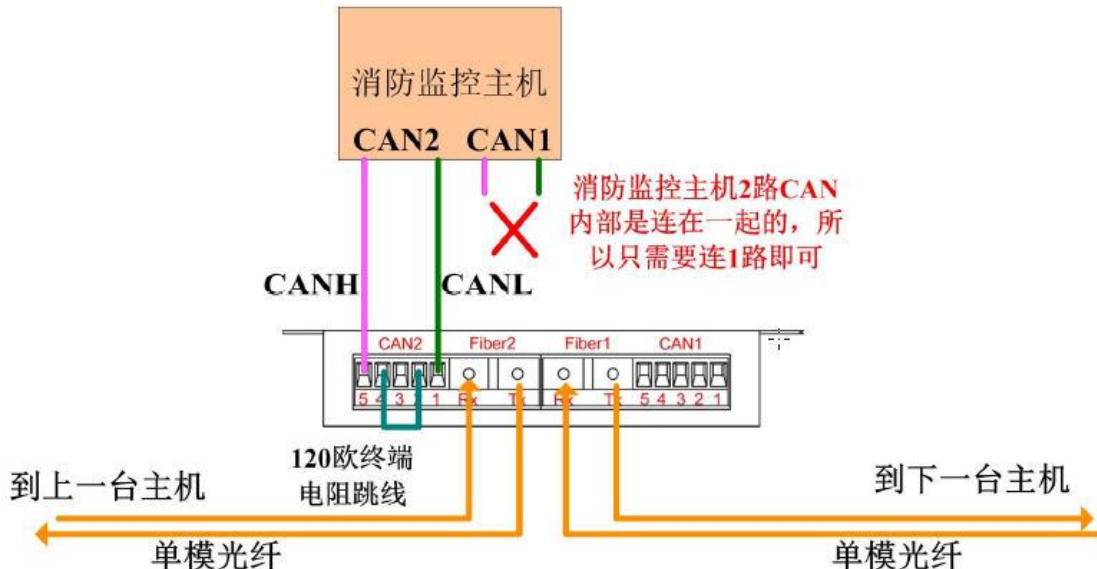

图 10.3 CANHUB-AF2S2 与西门子消防监控主机的接线方式
- ① CANHUB-AF2S2 与西门子消防监控主机连接。如图 10.3 所示